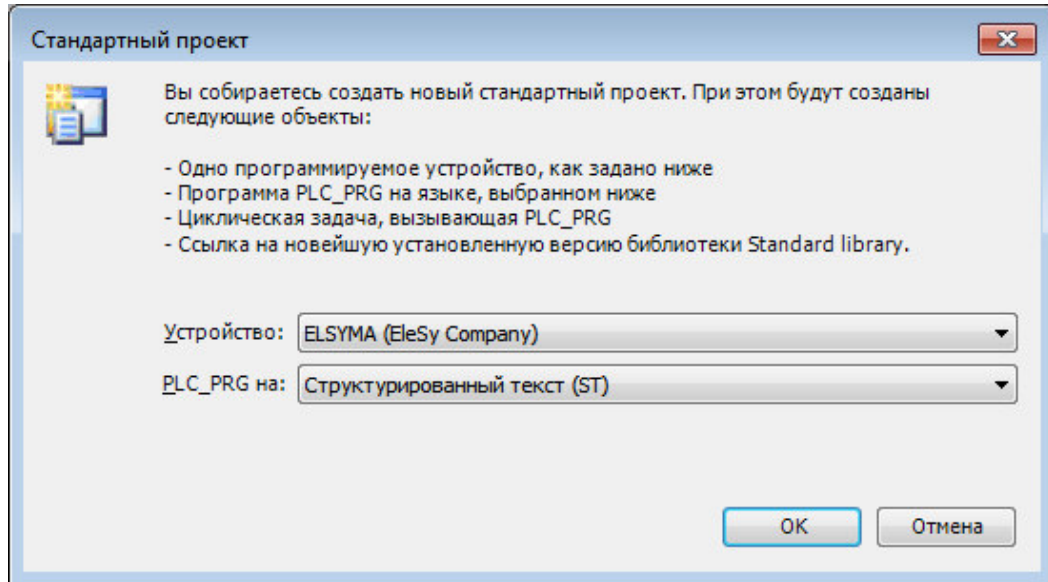
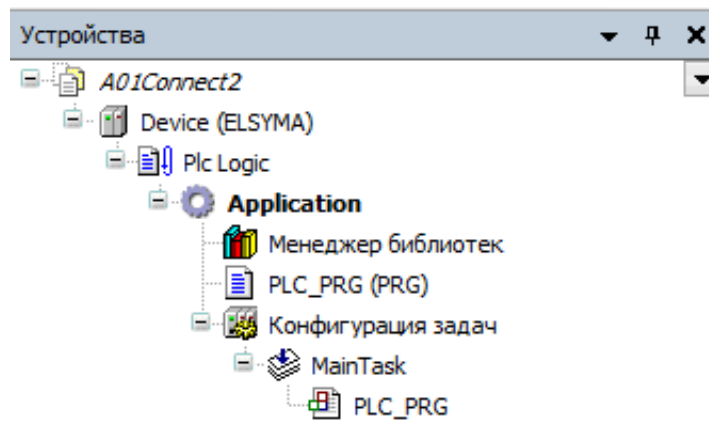

Рисунок 5.3 – Настройка стандартного шаблона проекта
Рисунок 5.4 - Дерево объектов проекта
4. В окне «**Стандартный проект**» в списке **Устройство:** выбрать контроллер – *ELSYMA (EleSy Company)*, в списке **PLC\_PRG на:** – язык реализации основного программного компонента – *Структурированный текст (ST)* (рисунок 5.3). Нажать кнопку «ОК». Созданный проект отображается в области **Устройства** в виде дерева объектов (рисунок 5.4)